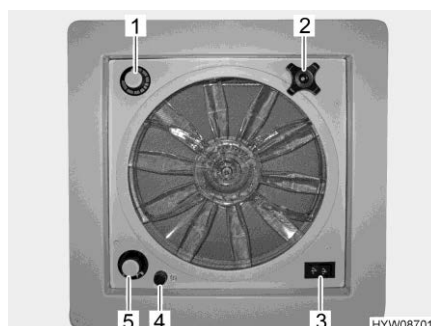

Fig. 53 Oblò con ventilatore
- ▷ Un fusibile da 4 A (Fig. 53,4) protegge da sovraccarico il motore del ventilatore. Se si verifica un sovraccarico: Per prima cosa individuare ed eliminare la causa (ad es. il ventilatore è sporco), poi sostituire il fusibile.
- Ruotare la maniglia girevole (Fig. 53,2), finché non si raggiunge l'angolo di apertura desiderato.
- Portare l'interruttore a levetta (Fig. 53,3) su "Aerazione" (flusso d'aria dall'esterno verso l'interno) o "Sfiato" (flusso d'aria dall'interno verso l'esterno).
- Portare l'interruttore a levetta (Fig. 53,3) sulla posizione centrale.
- Posizionare l'interruttore girevole (Fig. 53,5) sul grado desiderato:
- Ruotare il termostato (Fig. 53,1) fino alla battuta in direzione "blu".
- Ruotare il cappuccio nero (Fig. 53,4) di un quarto di giro in senso antiorario.